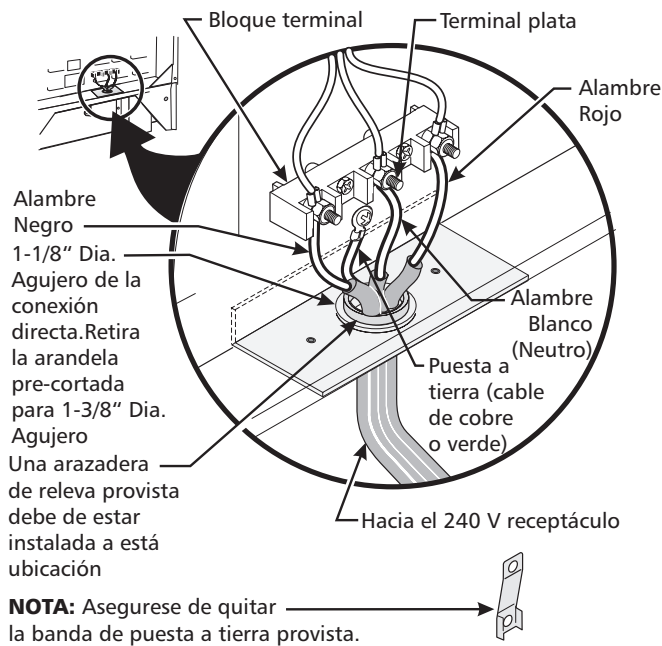

Figura 4
NOTA: La cocina corrediza eléctrica viene de fabrica con un agujero de diámetro 1 1/8" (2.9 cm) como se muestra en la figura 4. Si un agujero mas largo está necesario retire la arandela de la pre-cortada.
3. Utilizar los tuercas suministraron en el paquete de la literatura para conectar el alambre de tierra (verde) del cable de bronce del suministro eléctrico al armazón del electrodoméstico con el tornillo de la base, usando el hoyo del armazón por donde retiró la correa de la base (Figura 4).
Si el aparato está conectado directamente al corta circuito, a la caja de fusibles o a la caja de empalmes, use un cable blindado flexible o no metálico recubierto de cobre (con alambre a tierra). Provee una abrazadera releva de anclaje homologado UL a cada extremidad del cable. A la extremidad del electrodoméstico, el cable pase a través del agujero de la conexión directa (Figura 4) en el cordón de la placa de montaje. El tamaño de los alambres (**alambre de cobre solamente**) y las conexiones deben estar conforme al régimen del electrodoméstico.